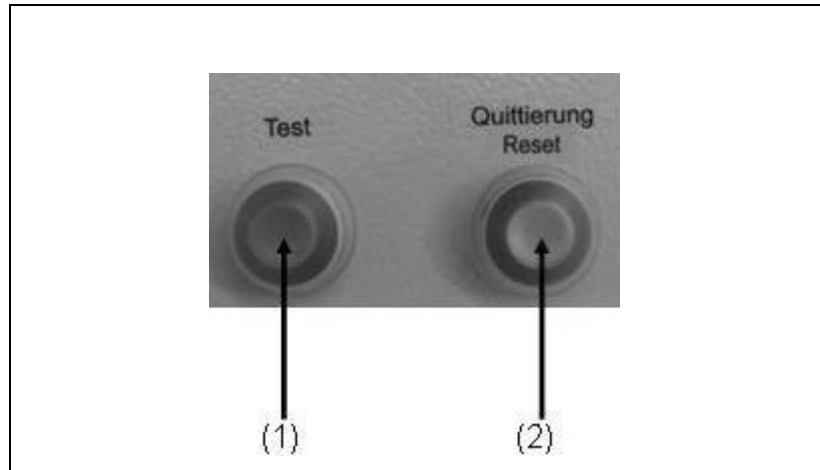

Fig. 5-3: Control del aislamiento con E-MCS 4.0
2. Pulsar el botón de comprobación (véase Fig. 5-3-(2))
3. Tras la comprobación, debe pulsarse el botón de puesta a cero (véase Fig. 5-3-(1)) para que el aparato vuelva a funcionar.
2. Tras desconectar y desenchufar el consumidor, debe pulsarse el botón de puesta a cero (véase Fig. 5-3-(1)) para que el aparato vuelva a funcionar.
3. Pulsar el botón de comprobación (véase Fig. 5-3-(1))
Presione el pulsador (fig. 5-3-(1)) hasta que quede encajado (el indicador LED se ilumina en verde).